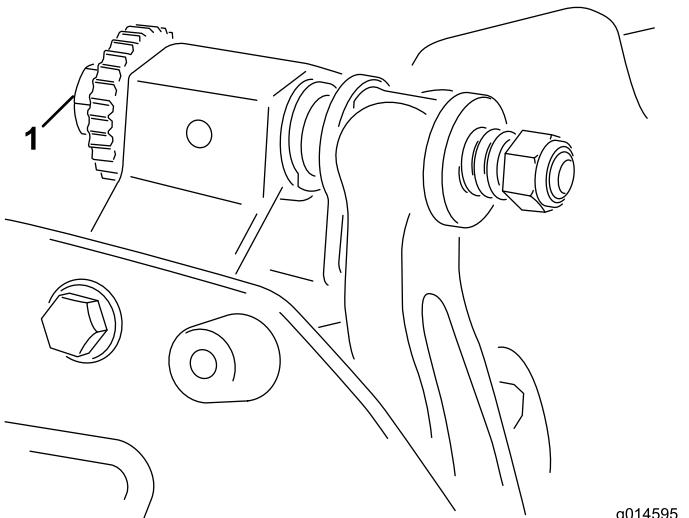

Рисунок 8
- A. Поворачивайте регулировочные винты неподвижного ножа по часовой стрелке (Рисунок 8) по одному щелчку за раз, чтобы можно было ощутить и услышать легкий контакт.
6. Поворачивайте правый регулировочный винт планки неподвижного ножа (Рисунок 8), пока не почувствуете легкое давление на регулировочной прокладке при перемещении ее из стороны в сторону. Удалите регулировочную прокладку.